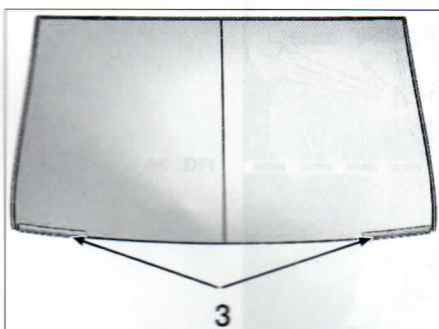

FIG. 83
- el conector de desempañado (1) (en ambos lados).
- el conector (2) (antena radio).
Desmontar las juntas (3) (fig. 83).